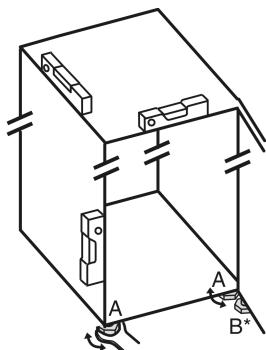

Fig. 4
- Nastavlje noge Fig. 4 (A) odvijajte s priloženim ključem z odprtим koncem in vodilom, dokler naprava ni trdno poravnana in vodoravna.
- Nastavljivo nogo Fig. 4 (B) na ležajnem podstavku spodaj odvijajte s priloženim ključem z odprtим koncem, dokler ne stoji trdno na tleh.
- Nastavlje noge Fig. 4 (B) obrnite za 90°.